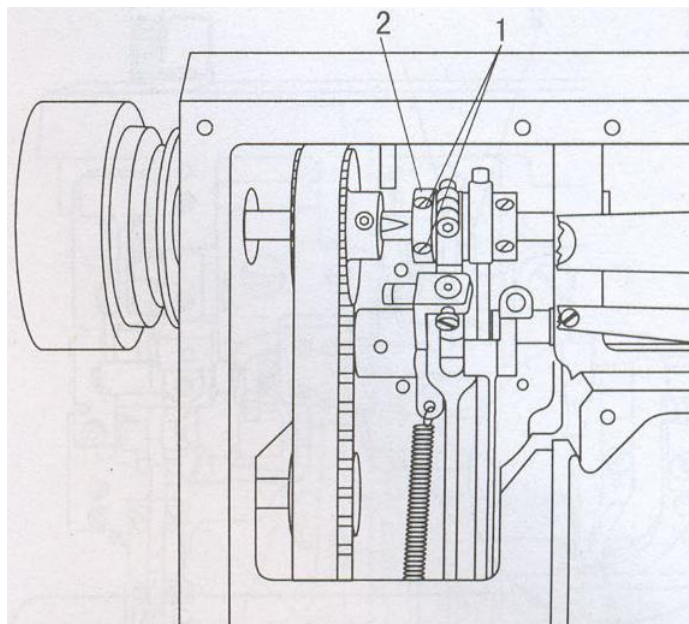

Рис. 17
17. Регулировка верхней и нижней подачи материала (Рис. 17)